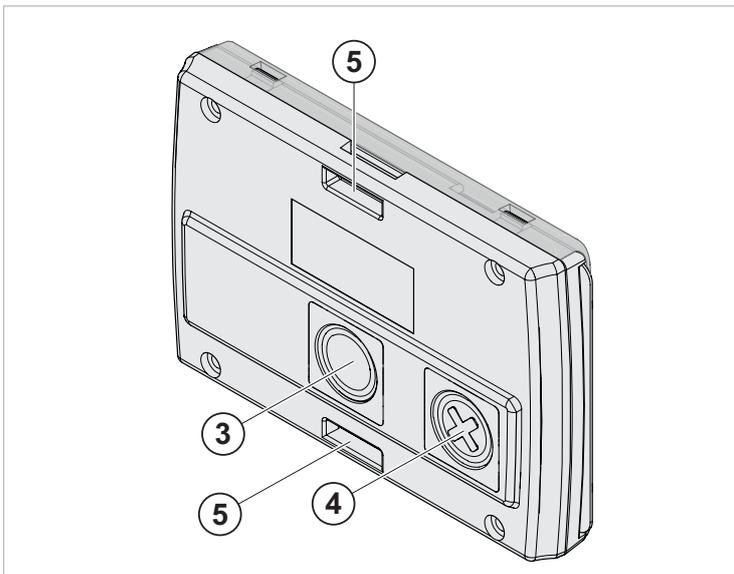

Fig. 9 Badge personnel, face arrière
- Bouton appel d'assistance ou d'agression/SOS (3, Fig. 9) pour appeler de l'aide ou du renfort en cas d'agression.
- Bouton quittance (4, Fig. 9)
- ▶ Appuyer pendant 10 s sur le bouton d'appel d'assistance (3, Fig. 9), jusqu'à ce que la lampe de tranquillisation (LED) s'allume.
- ▶ Presser le bouton d'appel d'assistance au dos du badge (3, Fig. 9).
- ▶ Appuyer plusieurs fois de suite brièvement sur le bouton pour l'appel d'agression/SOS au dos du badge (3, Fig. 9).
- ▶ Presser le bouton de quittance d'alarme (4, Fig. 9) une fois en approchant le badge personnel à 50 cm de l'appareil déclencheur de l'alarme.